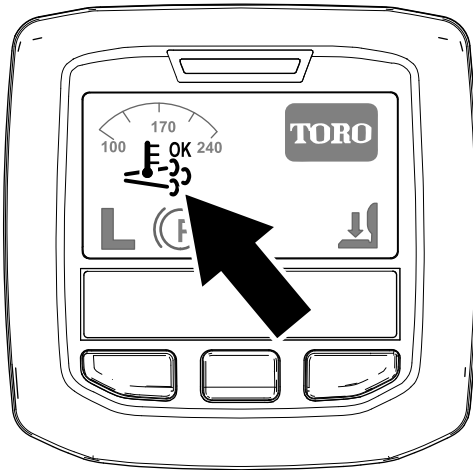

Figure 43
- L'icône de régénération assistée/réinitialisée s'affiche dans l'InfoCenter (Figure 43).